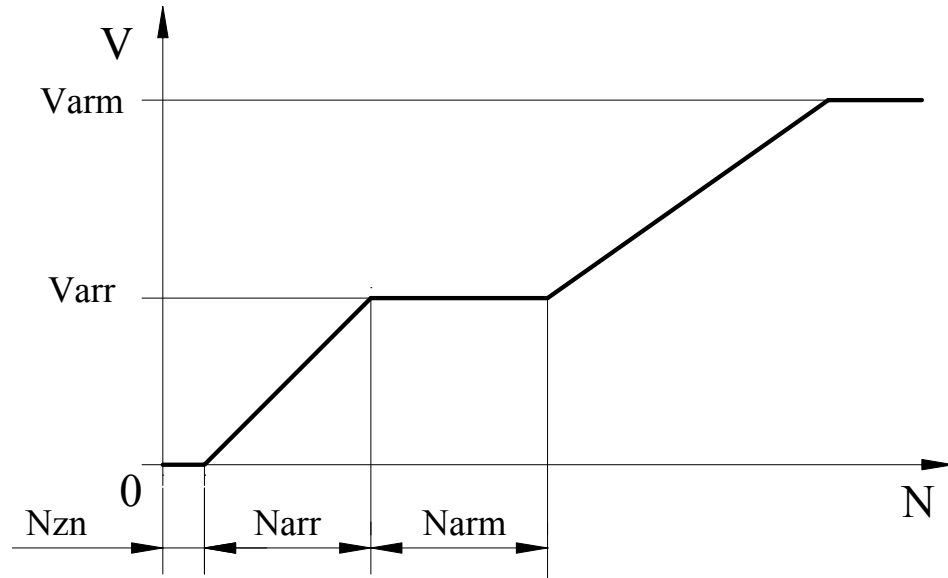

Рис.6. Скорости удержания в зависимости от модуля отклонения от точки удержания.
- 3.8.8.5. **Номер 4** – Var_g (мм/сек) – малая скорость движения при удержании (арретировании) (**рис.6**).
- 3.8.8.6. **Номер 5** – V_{arm} (мм/сек) – максимальная скорость движения при удержании (**рис.6**).
- 3.8.8.7. **Номер 6** – N_{arm} (0-100 мм) – участок скорости движения при удержании, где V=Var_g (**рис.6**).